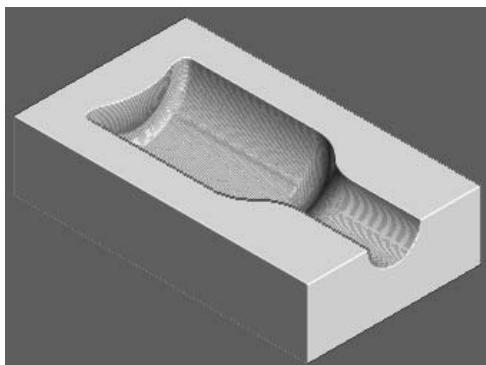

图 5-144 仿真加工结果 4
- 2) 在“仿真”工具栏的“当前刀具路径”下拉列表中选择要模拟的刀具路径 finish4，然后单击“执行”按钮 $\triangleright$ ，系统开始自动仿真加工，仿真加工结果如图 5-144 所示。